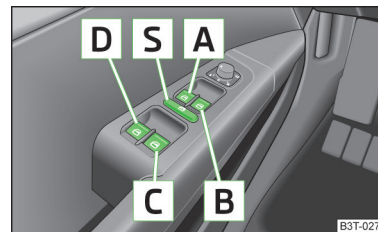

Fig. 44
- Si des personnes non autonomes, telles que des enfants, sont assises sur les sièges arrière, il est recommandé de neutraliser les lève-vitres électriques des portières arrière (touche de sécurité) S » fig. 44 à la page 65.
- Vous pouvez encore ouvrir et fermer les vitres pendant 10 minutes env. après avoir coupé le contact. Après l'ouverture de la portière conducteur ou passager avant, les fenêtres ne peuvent être actionnées qu'avec la touche A » fig. 44 à la page 65.
Touches des lève-vitres » fig. 44.
Vous pouvez mettre les touches des lève-vitres des portes arrière hors fonction en appuyant sur la touche de sécurité **S** » fig. 44. Vous pouvez remettre les touches des lève-vitre des portières arrière en fonction en appuyant de nouveau sur la touche de sécurité **S**.
- Maintenez la touche **A** » fig. 44 à la page 65 dans la position d'ouverture.
- Maintenez la touche **A** » fig. 44 à la page 65 dans la position de fermeture.